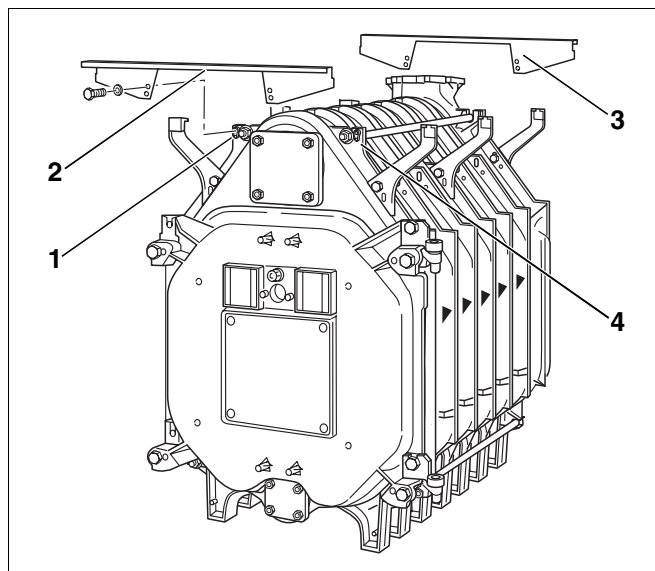

Fig. 37 Montarea șinelor transversale
- Șina transversală de sus, din față (fig. 37, **poz. 2**) se fixează pe camele turnate (fig. 37, **poz. 1 și 4**) cu șuruburi cu cap hexagonal (M8 × 16) strânse cu mâna. Profilul traversei anterioare trebuie să arate spre față.
- Șina transversală de sus, din spate (fig. 37, **poz. 3**) se fixează pe camele turnate cu șuruburi cu cap hexagonal (M8 × 16). Profilul traversei posterioare trebuie să arate spre spate.